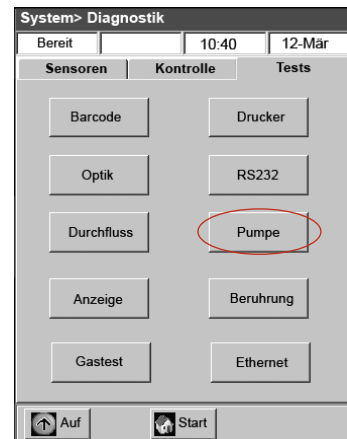

Abbildung I-6: Bildschirm System> Diagnostik> Tests> Pumpe
10. Tippen Sie auf **Pumpe** (Abbildung I-6), um den Pumpenmotor zu testen. Die Pumpe muss sich ohne übermäßiges Geräusch drehen. Der diagnostische Test wendet automatisch alle Geschwindigkeiten an, die bei normalem Betrieb verwendet werden (50-800 U/min), und wechselt dann zur Registerkarte Diagnostik> Tests zurück.